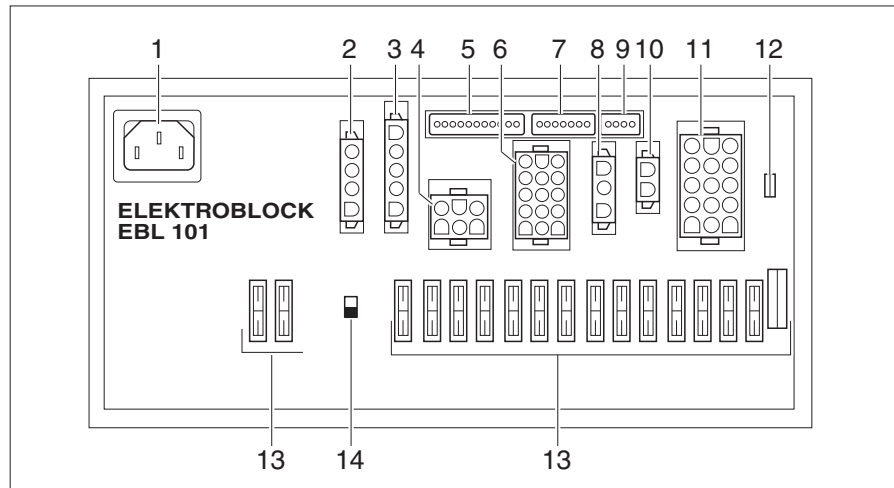

Bild 185 Elektroblock (EBL 101)
**Einbauort** Je nach Modell ist der Elektroblock (Bild 185) in der Sitzkonsole unter dem Fahrersitz oder unter dem Beifahrersitz eingebaut.
Je nach Modell ist der Elektroblock (Bild 185) in der Sitzkonsole unter dem Fahrersitz oder unter dem Beifahrersitz eingebaut.